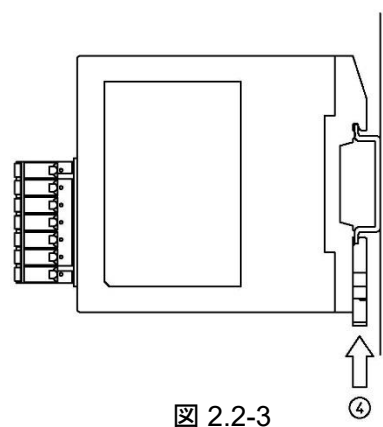

図 2.2-3
- 本器のロックレバーを「カチッ」と音がするまで押し上げます(④)。(図2.2-3)